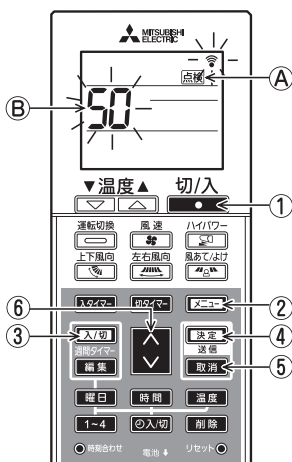

図1
- **機種** ボタン⑥を押してアドレスを設定し、ユニットの機能選択モードとする。(図1)